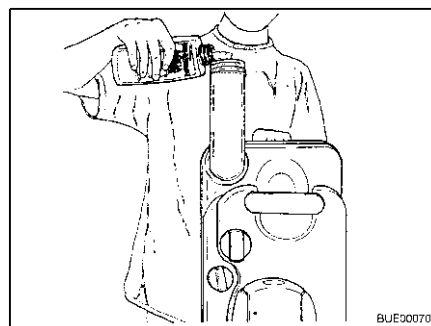

Fig. 154 Remplir de liquide pour sanitaires
- Remplir le réservoir pour matières fécales de la quantité indiquée de liquide pour sanitaires (Fig. 154).